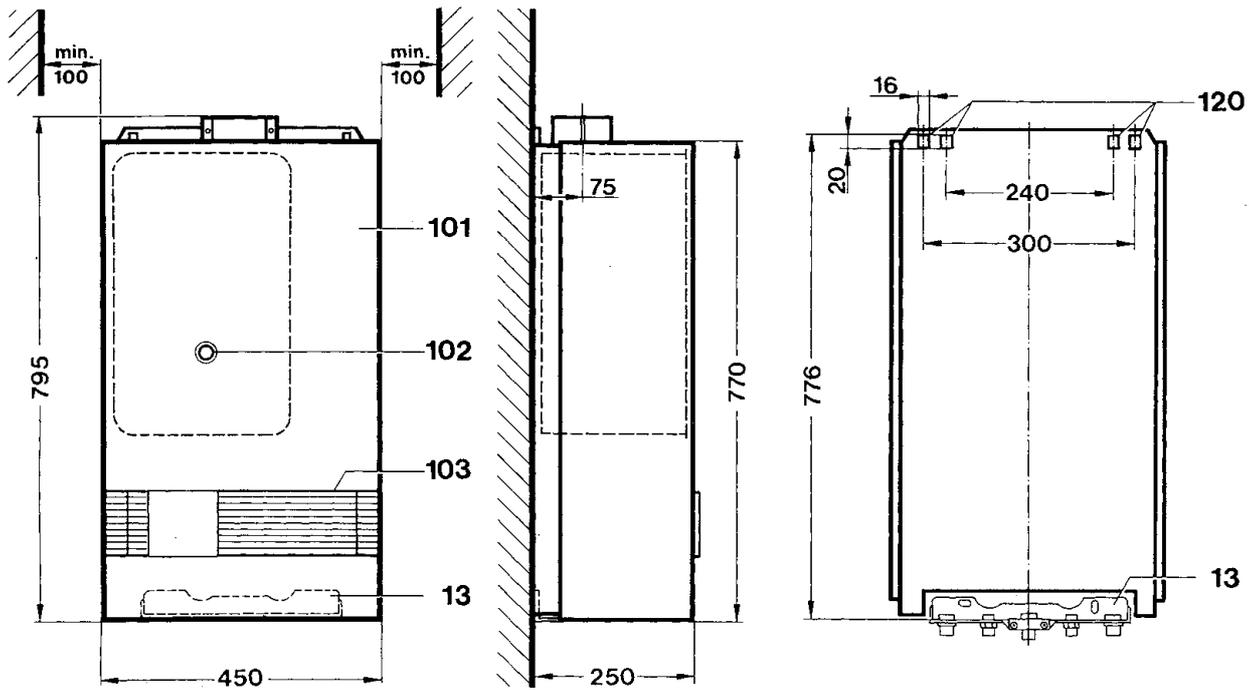

Bild 7
Anschlußabmessungen, s. Bild 7
Sie ist zur Vorinstallation aller Rohrleitungen und dem Installationszubehör bei verputzter oder gefliester Wand erforderlich. Mit der Montageschablone (122) Bild 7, Bestellnummer 8 719 918 020, werden bei Unterputzausführung die Rohranschlüsse (Endstutzenmontage) erstellt. Bei Flüssiggasgeräten Bohrung G 12 mm verwenden. Montageschablone vor Installation des Zubehörs und der Anschlußplatte entfernen.
Die Schrauben mit Zubehör liegen der Geräteverpackung bei. Die Lage der Bohrungen ist aus Bild 7 ersichtlich.